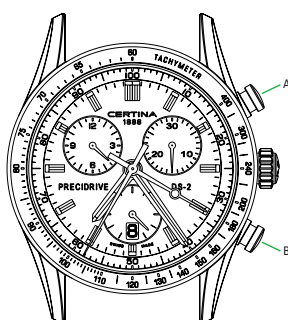

Fig. 3
**Aflezen van de tijd 2 (volgens fig. 3)**